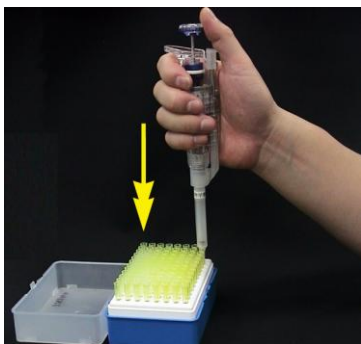

図4. チップの装着
- ④チップラックに入ったチップにマイクロピペッターを差し込み、軽くトントンと叩くようにして装着する（図4）。